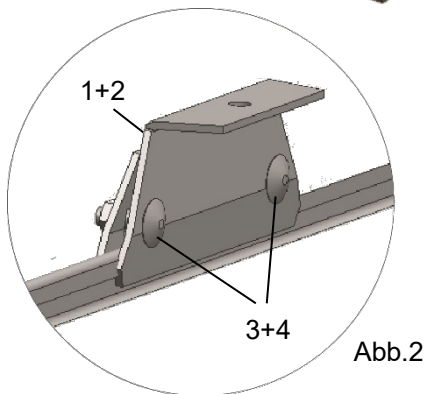

Abb.2
- Befestigen Sie die Blechfalzklemmen mit je zwei Torband-Schrauben (3) und Muttern (4) auf den Falzbahnen des Daches (Abb.2).